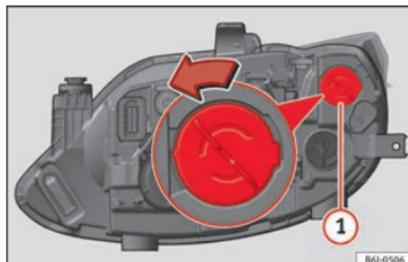
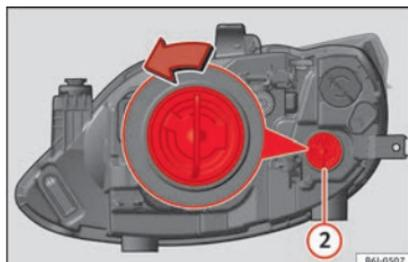

Fig. 92 Luce DRL (luce diurna) del faretto singolo
Fig. 93 Luce dell'indicatore di direzione del faretto singolo.
- Ruotare il portalampada » fig. 92 ① o » fig. 93 ② verso sinistra e tirare.